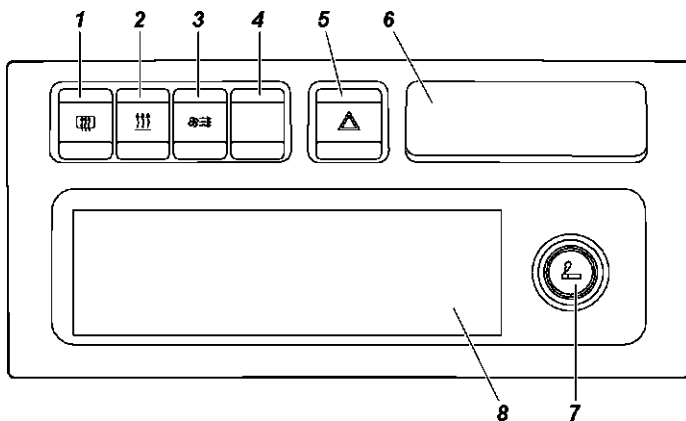

Рис. 3.4. Центральная консоль панели приборов (наименование позиций см. в тексте)
4 -центральная консоль (рис. 3.4).
На рис. 3.4 изображена центральная консоль панели приборов.
-включите электродвигатель вентилятора и электродвигатель насоса дополнительного отопителя выключателем 2 (см. рис. 3.4);
-выберите скорость вращения электродвигателя вентилятора дополнительного отопителя переключателем 3 (см. рис. 3.4).